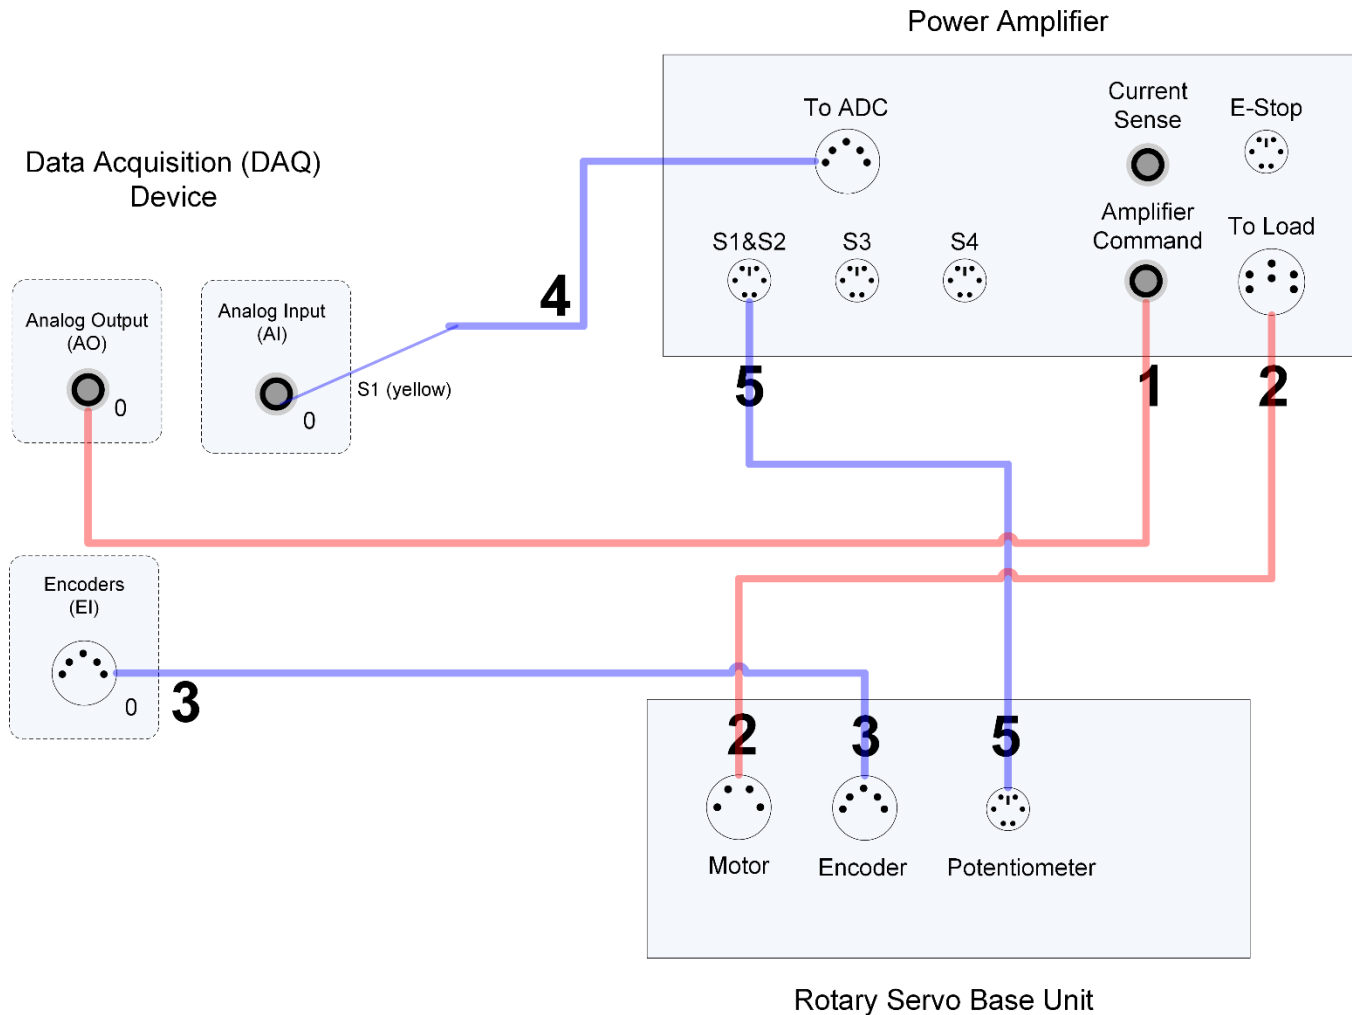

图 5.1: SRV02—DAQ 数据采集设备——功率放大器之间的连线
本节介绍了 SRV02 设备和数据采集板及功率放大器连接的一些典型方法。仅连接了编码器和转速表传感器（即未使用电位计）。连接方法详细地在以下步骤描述，总结在表 5.2 中，并如图 5.1 所示。
注意：图 5.1 所示的接线图使用的是通用数据采集板。相同的连接可以应用于具有 1x 模拟输入，1x 模拟输出和 1x 编码器输入的任何数据采集系统（例如，单个 Q1-cRIO 模块）。
3. 运用 2x RCA—2x RCA 电缆，连接接线端子板上的 Analog Output Channel#0 和放大器上的 Amplifier Command 连接器，即同时使用两个白色或两个红色 RCA 连接器，如图 5.1
4. 使用 4 芯 stereo-DIN—6 芯 stereo-DIN 电缆，连接放大器上的 ToLoad 和 SRV02 上的 Motor 连接器。见图 5.1 中的连接#2。
5. 使用 5 芯 stereo-DIN—5 芯 stereo-DIN 电缆，连接 SRV02 panel 上的 Encoder 连接器和数据采集 DAQ 设备上的 Encoder Input#0，如图 5.1 中连接 3 所示。
6. 使用 5 芯 DIN—4xRCA 电缆，连接放大器上的 ToADC 插座和接线端子板上的 Analog Input#0-1，如图 5.1 所示。电缆的 RCA 一端标记为：黄色 S1，白色 S2，红色 S3，和黑色 S4。黄色 S1 连接 AnalogInputChannel#0，白色 S2 连接到 AnalogInputChannel#1。
7. 使用 6-pin-mini-DINto6-pin-mini-DIN 电缆，连接 SRV02 上的 Potentiometer 连接器和功率放大器上的 S1&S2 插座。连接方式如图 5.1 中标记为#5。该电缆传输了旋转电位器(S1)测量值与转速计(S2)测量值信号。